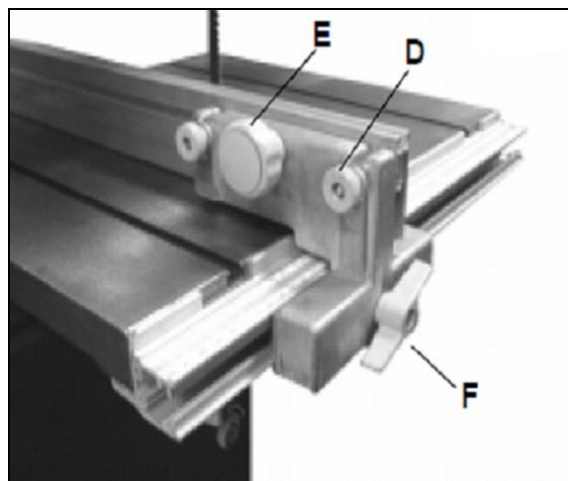

Fig 8
Montieren Sie das Anschlaglineal (C) mit zwei kleinen Rändelmuttern und M6 x 40 Flachrundschrauben (D) am Gussteil (B) und setzen Sie den Sterngriff (E) fest. (siehe Fig 8)